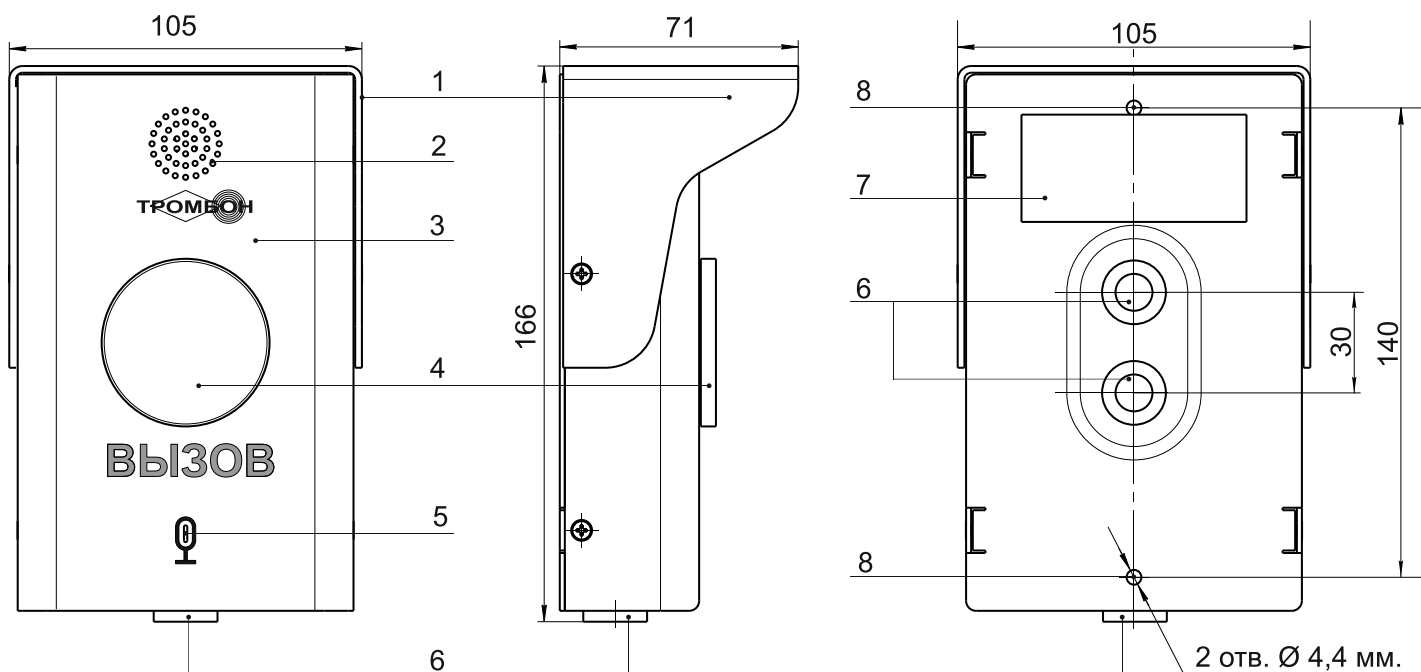

Рис. 1. Внешний вид АБУ со стороны передней, задней панелей и вид сбоку.
2). Подведите линии связи к месту установки АВУ. Обратите внимание, что отверстия на корпусе АВУ, предназначенные для подведения линий связи, расположены на задней крышке АВУ и на нижней части корпуса устройства (см. рис. 1 поз. 6).